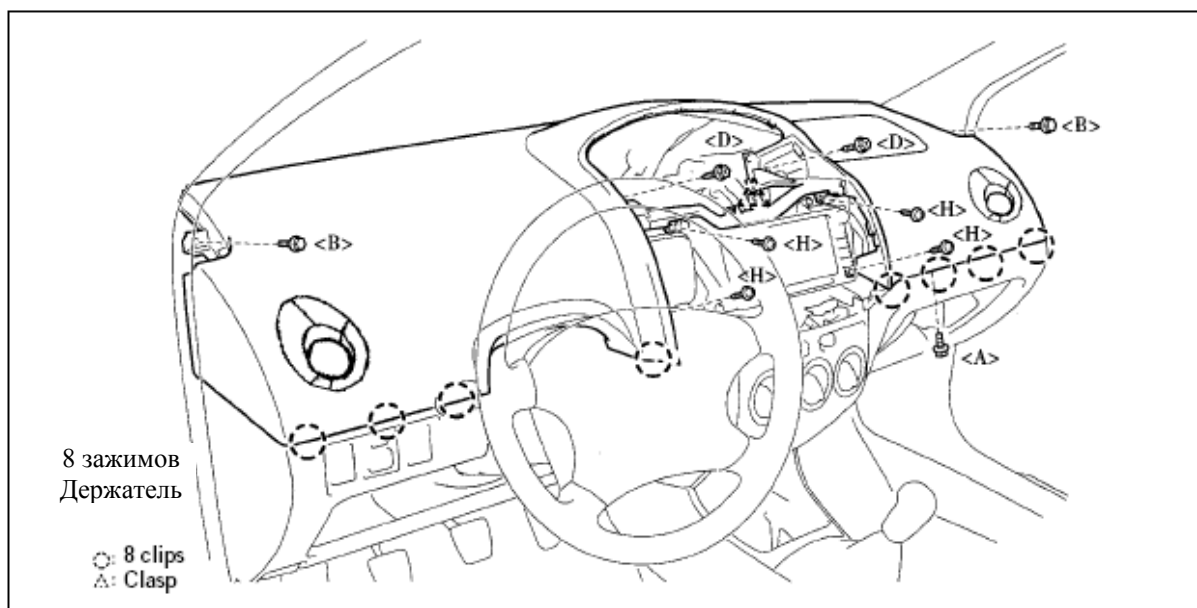

Рис. 534
- a. Открутите 6 винтов <D>, <H> и 2 болта ;(рис. 534)
- b. Открутите винт <A>(рис. 534)